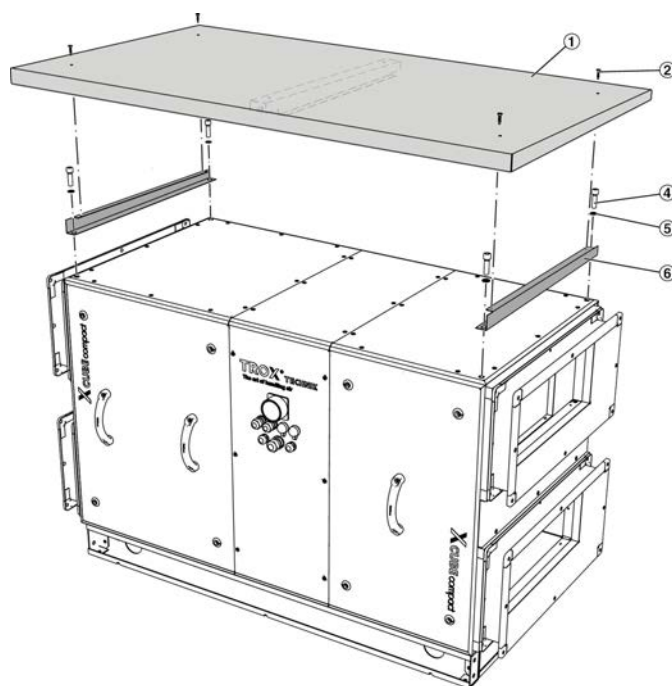

Fig. 15: Assemblage de la toiture
2. ► Si des points d'ancrage ont été installés dans les coins supérieurs de la CTA, retirez-les maintenant. Fixez les supports de toit gauche et droit (Voir la Fig. 15/6) chacun avec deux vis à tête cylindrique (Voir la Fig. 15/4) et des joints (Voir la Fig. 15/5) aux coins supérieurs de la CTA.
3. ► Placez le toit (Voir la Fig. 15/1) avec les supports de toit orientés vers le bas sur la centrale de traitement d'air et fixez-le avec les vis autotaraudeuses (Voir la Fig. 15/2).